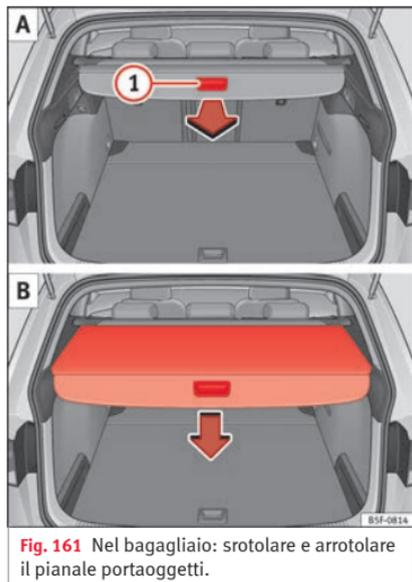

Fig. 161 Nel bagagliaio: srotolare e arrotolare il pianale portaoggetti.
- Tirare in modo uniforme all'indietro la maniglia di appiglio del pianale portaoggetti » **fig. 161** ① **A** ed estrarla al massimo finché non si sente uno scatto.
- Premere la maniglia di appiglio del pianale portaoggetti nel senso della freccia, fino a sbloccarlo » **fig. 161** **B**.